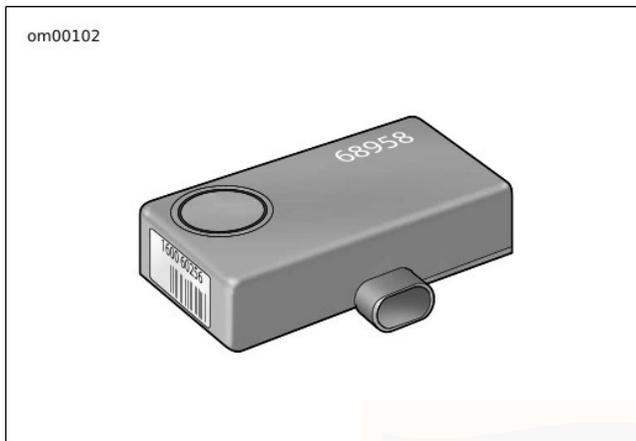

Figure 42. Smart Siren (en option)
- Voir Figure 42. Actionner la sirène optionnelle.